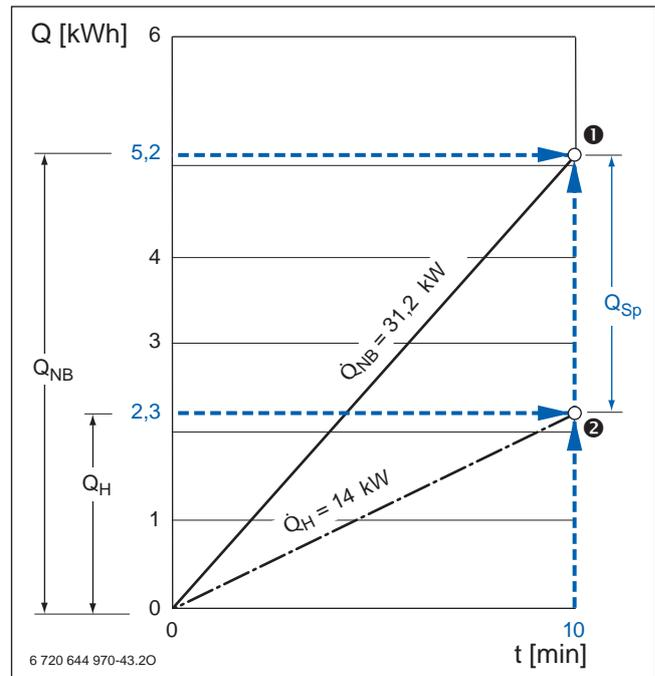

Bild 51 Badewannenfüllung per Dauerleistung und Speicherkapazität
Bild 51 ist bereits eine Anwendung des Wärmeschaubildes. Ausgehend von der Wärmekapazität Q_{NB} der Wannenfällung und den 10 Minuten Fülldauer ergibt sich ein Bedarfspunkt ❶ für die Badewanne. Die Steigung der Bedarfslinie zwischen Null und Punkt ❶ entspricht nach der umgestellten Grundformel 63 (→ Seite 156) der benötigten Aufheizleistung:
Mit der Leistung des Heizkessels $\dot{Q}_H = 14 \text{ kW}$ und einer Wannen-Füllzeit von 10 Minuten wurde die Wärmekapazität $Q_H = 2,3 \text{ kWh}$ als Dauerleistung übertragen (→ Bild 51, Seite 76). Dem entspricht nach der umgestellten Grundformel 65 (→ Seite 156) bei 40 °C die Warmwassermenge: